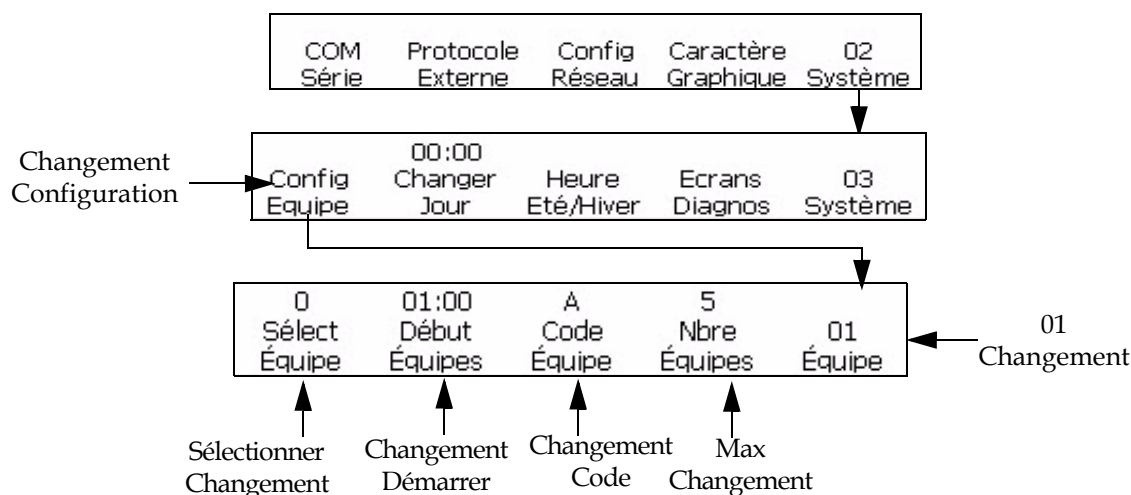

Figure 5-59: Fenêtre <01 Shift>
- 1 Commencer dans la Fenêtre <03 Système> (01 Editer > 02 Editer > 03 Editer > 04 Editer - Config. Système > 01 Système > 02 Système > 03 Système). Voir Figure 5-59.